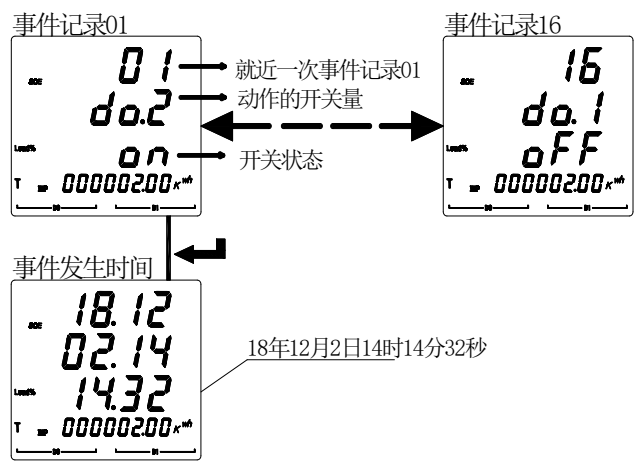

图 22
5.2.7 查看 DMY72L/96L 的事件记录参数步骤如图 22 所示